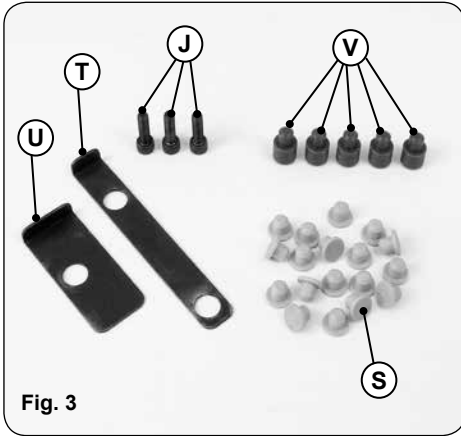
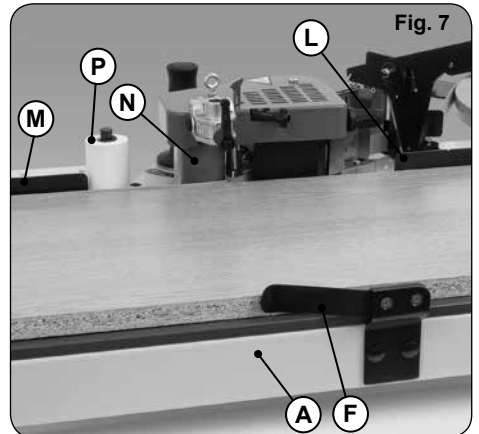

Fig. 3
Fig. 7
• 1 Torba zawierająca 3 śrubki (J, Rys. 3) do zamontowania PEB200/PEB250; 2 podkładki (T i U, Rys. 3) oraz 18 zaślepek do stolika (S, Rys. 3), do oklejania okrągłych elementów; a także 5 zaślepek tylnych (V, Rys. 3) do oklejania elementów zakrzywionych.
- Prowadnica wejściowa (M, Rys. 7) powinna być w jednej linii z dwoma wałkami (P i N, Rys. 7). Jeśli tak nie jest, możesz je wyrównać poluzowując śruby (R, Rys. 2), które trzymają prowadnicę.
- W celu sprawdzenia czy prowadnica wejściowa (L, Rys. 7) jest w prawidłowej pozycji, umieść odcinek obrzeża, którego zamierzasz użyć, na wałkach (P i N, Rys. 7). Dociśnij do tego obrzeża oraz wałków panel o prostej krawędzi i upewnij się, że prowadnica wejściowa (L, Rys. 7) jest w jednej linii z nieoklejoną krawędzią dociskanego panelu. Jeśli tak nie jest, możesz ją dostosować poluzowując śruby (R, Rys. 2), które trzymają prowadnicę.
Umieść zacisk (F, Rys. 7) w pozycji:
Jeśli zamierzasz oklejać za pomocą zacisku (F, Rys. 7), będziesz musiał dostosować pozycję ramienia prowadnicy wspierającej (A, Rys. 7) tak, aby zacisk wywierał pewien nacisk na zewnętrzną (przeciwną do oklejanej) krawędź płyty. Zamocuj prowadnicę w tej pozycji za pomocą dźwigni (I, Rys. 1). Aby oklejać panele szersze niż 500 mm, gdzie niemożliwe staje się użycie zacisku, można go łatwo zdjąć i zamocować do góry nogami (F, Rys. 10), aby się nie zgubił.
- Aby oklejać okrągłe płyty, umieść okleiniarkę PEB200/PEB250 w pozycji wskazanej na Rys. 2, lecz włóż podkładki (T i U, Rys. 3, 8 oraz 9) pod urządzenie, aby je podwyższyć.
- Umieść płytę na zaślepkach (S, Rys. 3, 10 i 12) i naprzeciw wałka dociskowego (N, Rys. 7 i 10).
- Dociśnij panel do obrzeża z klejem znajdującego się na wałku dociskowym (N, Rys. 7 i 10) tak, aby ruch obrotowy wałka nadał prędkość posuwowi płyty.
- Dociśnij panel do obrzeża z klejem znajdującego się na wałku dociskowym (N, Rys. 7 i 10) tak, aby ruch obrotowy wałka nadał prędkość posuwowi płyty, trzymając obiema rękoma i dociskając zgodnie z kształtem elementu (Rys. 12) aż do zakończenia procesu oklejania.